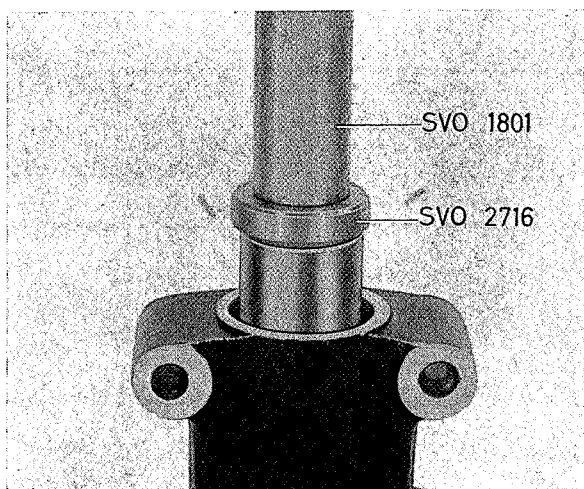

Fig. 6-43. Montage pitmanasbus
7. Verwijder het deksel (6) van de pitmanas (23). Schroef de stelschroef (2) in door het deksel heen en scheid zo het deksel van de pitmanas. Verwijder de borgveer (4) en ook de stelschroef.
9. Pers nieuwe bussen in met gereedschap SVO 2716 + SVO 1801, zie Fig. 6-43.
11. Pers de cup voor het bovenste lager in met SVO 2717 en SVO 1801, zie Fig. 6-43. Monteer de oliekerkring (9) voor de worm.
12. Monteer de worm met lagere en cup (18) en ring (21); breng de shims (22) en het deksel (19) aan. Zet de pitmanas op zo'n manier in een bankschroef dat de worm horizontaal ligt. Zet het deksel vast en controleer de spanning van de lagere. Bij een juiste spanning moet een koppel van 1—2,5 kg/cm (6—14 lb.in.) nodig zijn om de worm te draaien. Stel op de juiste spanning af door shims toe te voegen of te verwijderen, (22).
13. Smeer de stelschroef met enkele druppels olie en monteer de schroef, de ring (5) en de borgveer